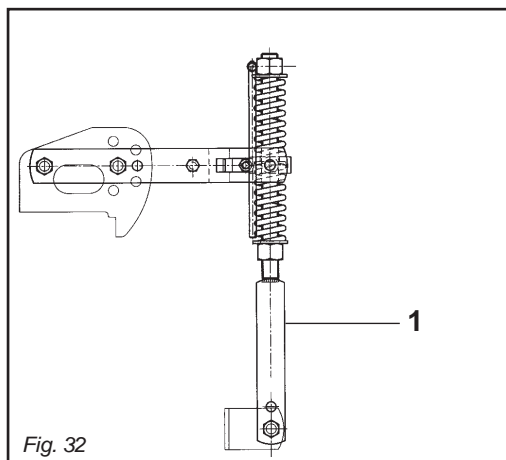

Fig. 32
- 2) Il martinetto a molla (1 Fig. 32) oltre a sostenere la lamiera livellatrice ed ammortizzarla nel trasporto su strada, serve a evitare il ribaltamento della macchina durante il parcheggio.
- 2) Besides supporting the levelling plate and acting as a shock absorber for it during road transport, the spring ram (1 Fig. 32) prevents the machine from overturning when parking.
- 2) Le vérin à ressort (1 Fig. 32) sert de soutien à la tôle de nivellement et de suspension pendant le transport sur route, pour éviter le basculement du machine lors du stationnement.
- 2) Die Federwinde (1 Abb. 32) trägt nicht nur das Planierschild und dient beim Straßentransport zur Dämpfung von Stößen, sondern sie soll auch verhindern, daß die Maschine während des Parkens umkippt.
- 2) El gato de resorte (1 Fig. 32), además de sostener la chapa de nivelación y protegerla durante el transporte en carretera, sirve para evitar el vuelco de la máquina durante el estacionamiento.